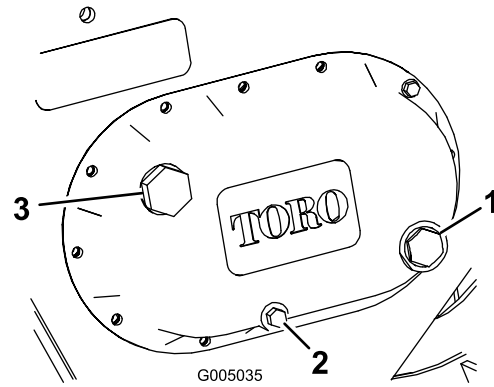

Figura 15
(Figura 15) e encha a caixa com lubrificante de engrenagens até que esteja nivelado com o ponto vermelho no medidor.
3. Verifique o medidor de vidro transparente na lateral da caixa de engrenagens (Figura 15).
4. Retire o tampão de escoamento (Figura 15), deixando o óleo escorrer para um recipiente adequado.
6. Remova o tampão de enchimento (Figura 15) e encha a caixa com lubrificante de engrenagens até que esteja nivelado com o ponto vermelho no medidor.